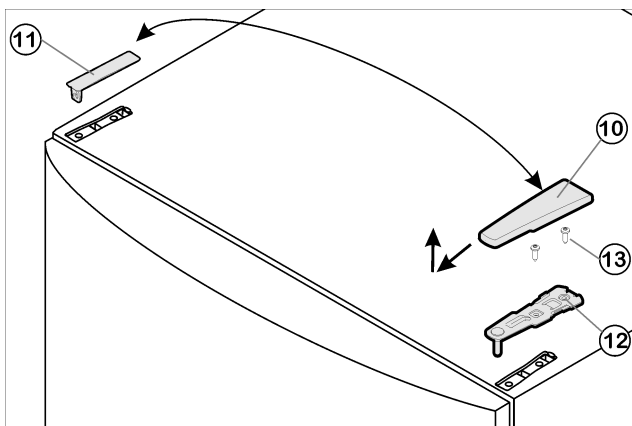

Fig. 4
- ▶ Kryt Fig. 4 (10) stáhněte dopředu a nahoru.
- ▶ Kryt Fig. 4 (11) zvedněte.
- ▶ Horní stojan ložiska Fig. 4 (12) odšroubujte (2 krát Torx® 25) Fig. 4 (13) a stáhněte nahoru.
- ▶ Horní stojan ložiska Fig. 4 (12) vložte na nové straně závěsu do dvířek.
- ▶ Horní stojan ložiska Fig. 4 (12) přišroubujte (s 4 Nm) (2krát Torx® 25) Fig. 4 (13). Díry pro šrouby případně předem propíchněte nebo použijte akumulátorový šroubovák.
- ▶ Kryt Fig. 4 (10) a kryt Fig. 4 (11) zatlačte vždy na opačné straně.